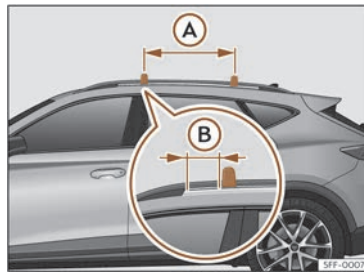

Fig. 125 Points de fixation des barres longitudinales pour la galerie porte-bagages du toit.
Les barres transversales se montent sur les barres latérales du toit. La distance entre les barres transversales » fig. 125 (A) devra être comprise entre 70 et 90 cm et la distance entre les barres transversales et les supports des barres latérales du toit (B) devra être égale à 15 cm.